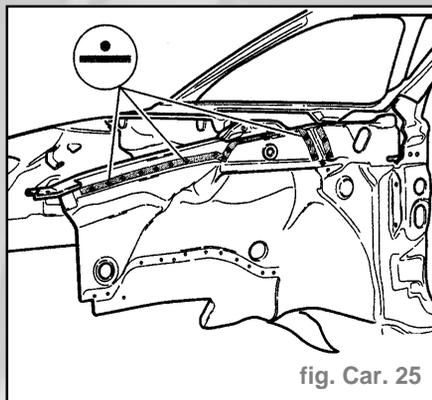

fig. Car. 25
- Souder à la pointeuse électrique le renfort supérieur de passage de roue (fig. Car. 25).